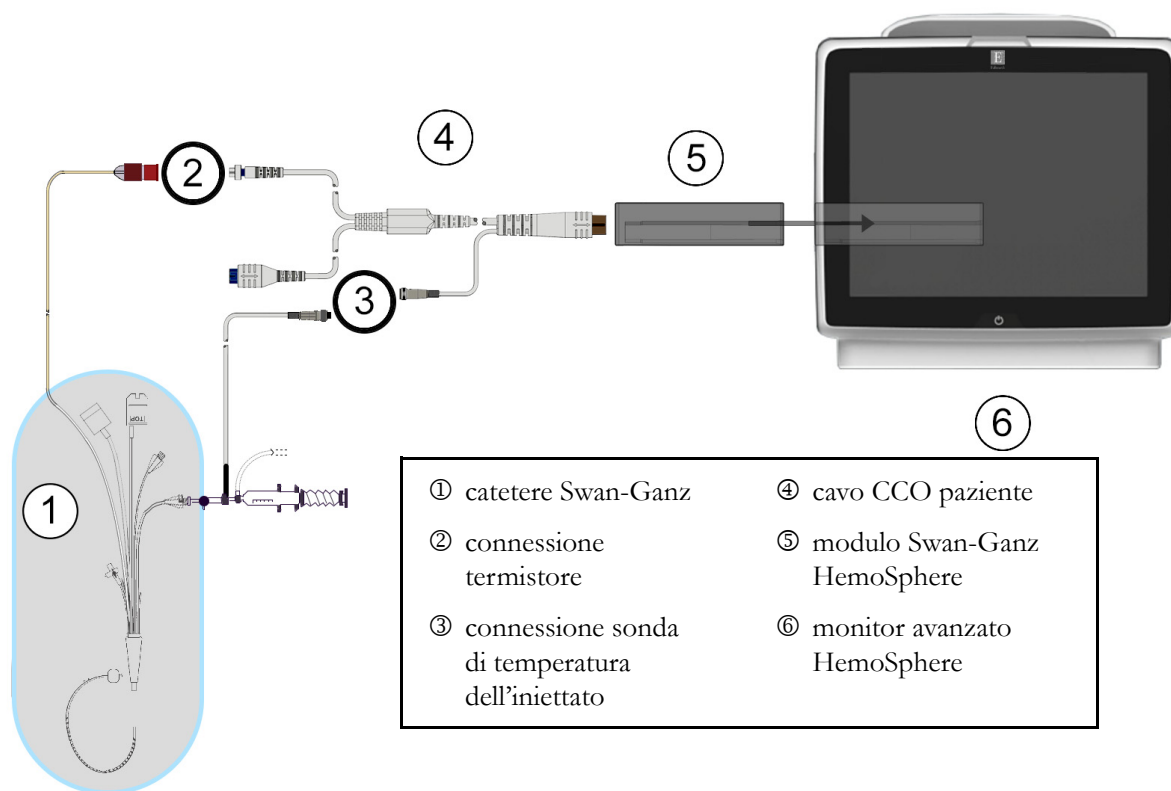

Figura 9-4 Panoramica della connessione iCO
- 2 Collegare l'estremità del catetere del cavo CCO del paziente al connettore del termistore sul catetere iCO Swan-Ganz, come mostrato da ② nella figura 9-4.
Una sonda di temperatura dell'iniettato rileva la temperatura dell'iniettato. La sonda selezionata è collegata al cavo CCO del paziente (figura 9-4). Può essere usata una qualsiasi di due sonde:
Collegare la sonda di temperatura dell'iniettato (in linea o a immersione) al connettore della la sonda di temperatura dell'iniettato sul cavo CCO del paziente, illustrato da ③ nella figura 9-4.